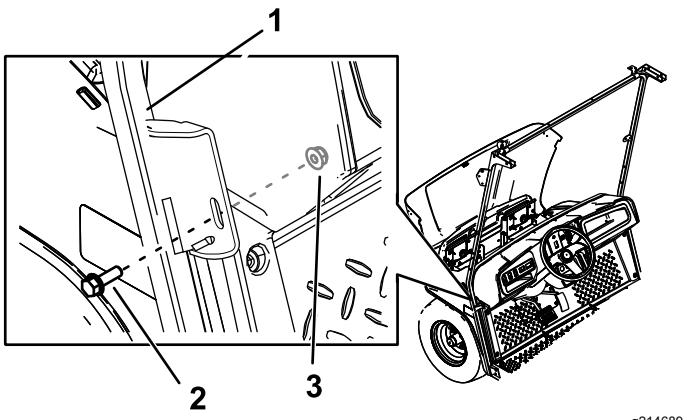

Bild 31
3. Befestigen Sie die mittlere Halterung der linken und rechten Windschutzscheibenstützen mit zwei Sechskantbundbolzen (5/16" x 1") und zwei Muttern (5/16") in den Bohrlöchern, die Sie in \(Bild 31\) gebohrt haben.